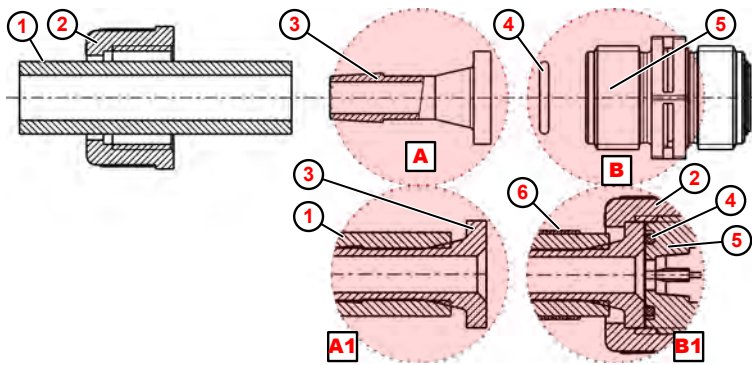

Abb. 19: Rohr- und Schlauchanschluss mit Aufstecknippel und Schlauchschelle
1. ➤ Schlauch (Abb. 19 , ①) gerade abschneiden.
2. ➤ Schlauchschelle ⑥ über Schlauch ① schieben
3. ➤ Überwurfmutter ② über Schlauch ① schieben.
4. ➤ Schlauch ① bis zum Anschlagbund auf Aufstecknippel ③ schieben (Detail A1).
5. ➤ O-Ring ④ in Nut von Saug- bzw. Druckventil ⑤ legen.
6. ➤ Überwurfmutter ② festziehen.
7. ➤ Schlauchschelle ⑥ nach unten schieben und festziehen (Detail B1).